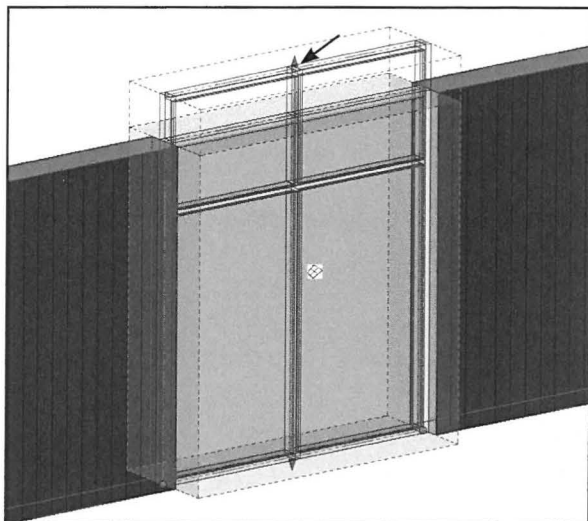

Fig. 17.14. Størrelsen på glasvæggen kan efterfølgende justeres, ved at trække i pilene i toppen af glasset, når det er markeret.
- Træk i de blå pile der forekommer i top og i bund af glasset (Fig. 17.14 - 17.15), når glasset er markeret.